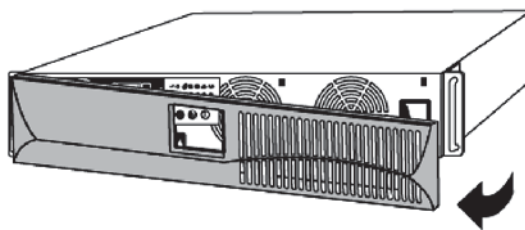

Bild 4. Front
- Lossa fronten genom att dra ut den i höger sida först, se bild 4.